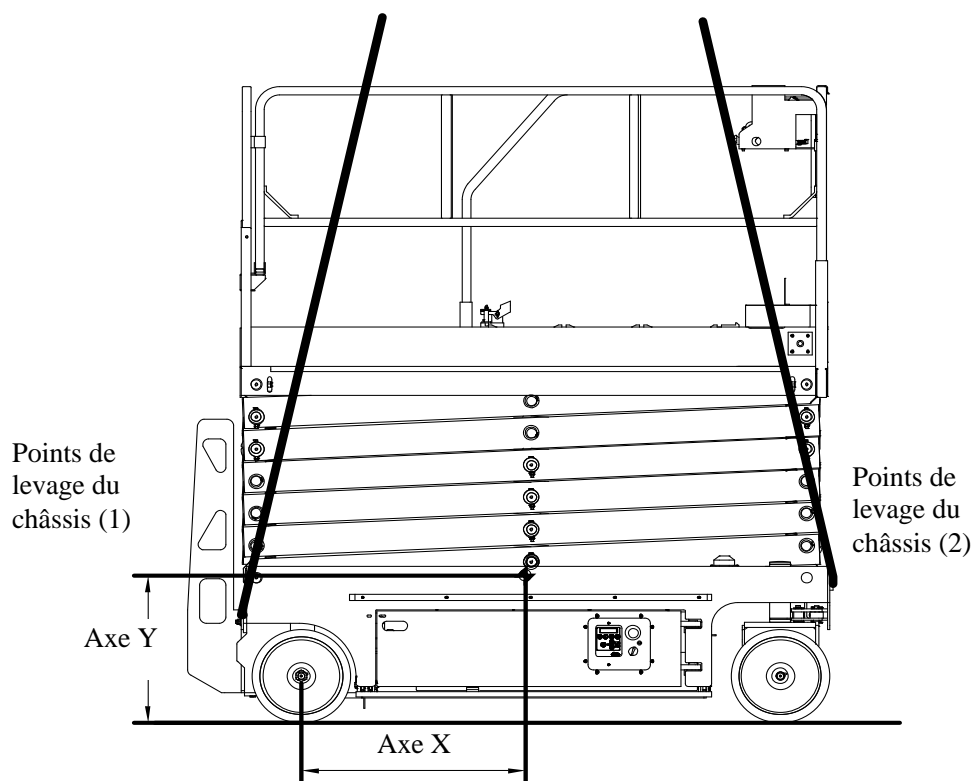

Figure 4-4 Centre de gravité
- 2) Utiliser le Tableau 4-4 et la Figure 4-4 pour déterminer le centre de gravité de la machine.